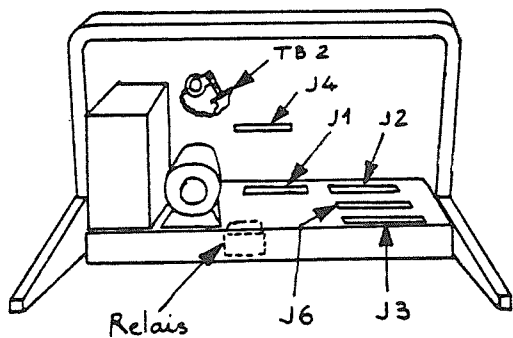

Figure 9
- aux pins 7 (5V) et 9 (0V) du connecteur J3 (fig 9)
- ① - Manque une tension; Ampoule défectueuse; Mauvais contact du bouton poussoir ou du connecteur de la carte logique J1, J2 (Fig 9)
- ② - Mauvais contact du bouton poussoir ou du connecteur J1, J2 (Fig. 9)
Mauvais déparasitage du relais (Fig. 9)
- ③ - Mauvais contact du bouton poussoir, du connecteur J1, J2 (Fig. 9) ou du relais (Fig. 9). TSVP
Raccorder le câble sur le connecteur J3 (fig. 9) et, pour éviter que le câble ne tire sur le connecteur et provoque de mauvais contacts, fixer solidement le câble sur le châssis en tôle à l'aide d'un collier de serrage.